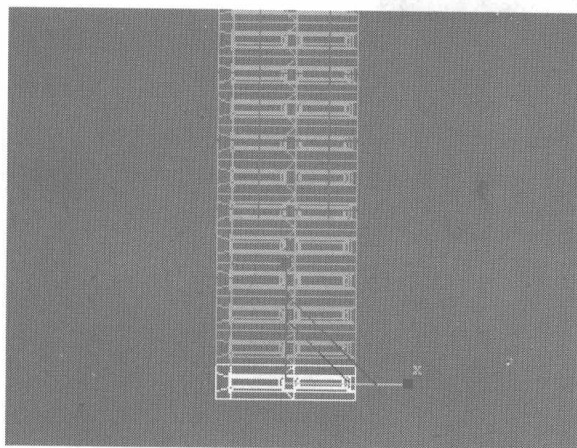
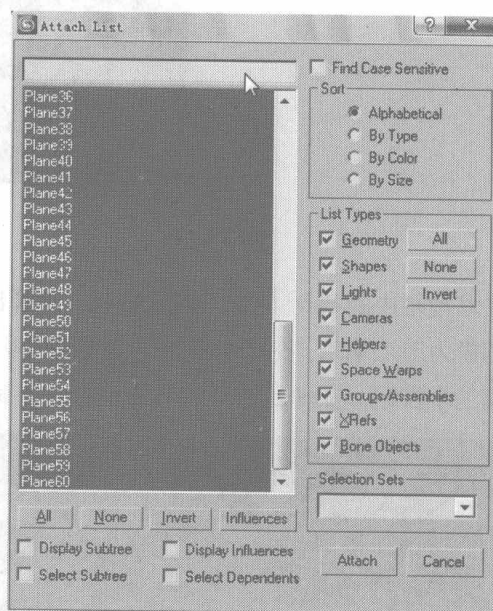

图 6.445
图 6.446
- 58 在 Top 视图中选择如图 6.445 所示的物体，在 Edit Geometry 卷展栏中单击 **Attach** 右侧的小按钮，在弹出的对话框中选择所有物体，如图 6.446 所示，将其塌陷到一起。